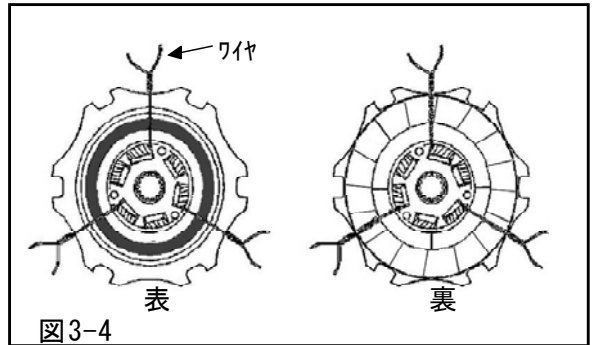

図3-4
- (5) ピボットリング、プレッシャープレート、クラッチディスクAssy、センタープレート、クラッチディスクAssyの順にワイヤ等で1つにまとめてください。(図3-4) (P4×1、P3×1、P2×2、P5×1)